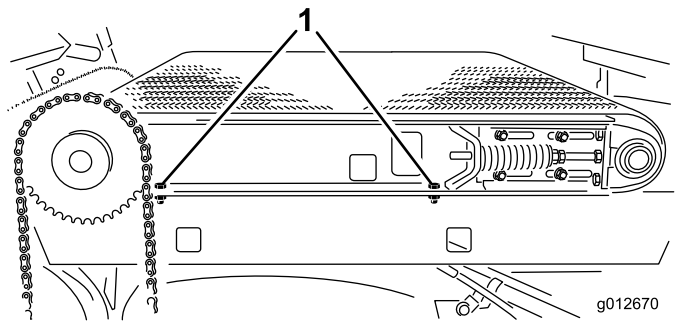

Figure 33
4. Sur le côté droit de la machine, desserrez les 2 vis qui fixent le rail du cadre coulissant à l'aile droite (Figure 33). Desserrez suffisamment les vis pour permettre au plateau coulissant de basculer.